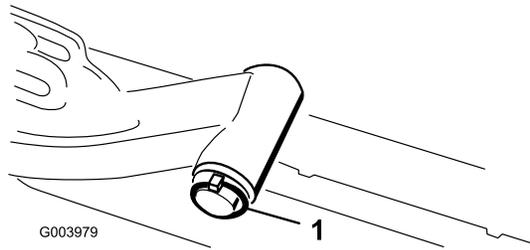

图9
A. 拆下将提升臂枢轴固定至提升臂的锁扣销和垫圈，将提升臂枢轴滑出提升臂（图9）。
C. 将提升臂轴插入提升臂，使用垫圈和锁扣销将其固定（图9）。